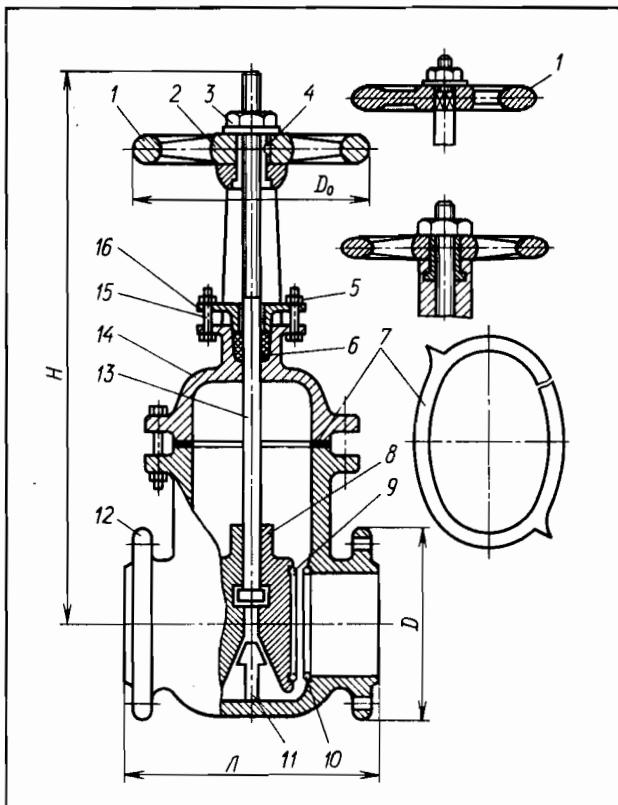

Рис. 33. Задвижка из чугуна параллельная, фланцевая с выдвижным шпинделем и ручным приводом:
**Причина**            Диски 8 (рис. 33) полностью не опустились, не прижались к уплотнительным кольцам корпуса
Придержав шпиндель 13 (рис. 33) трубным ключом, отверните гайку 3 любым ключом и снимите маховик 1. Напильником запилите новые грани пониже имеющихся, если позволит длина шпинделя. Можно, взявши трубным ключом за шпиндель, открыть и закрыть задвижку
станке или ножовкой и напильником. Учтите, что ходовая гайка почти всегда имеет внутреннюю трапециoidalную резьбу и наружную метрическую. В задвижках  $D=50$  мм часто вместо шпонки на ходовой гайке 2 нарезают наружную резьбу. На нее наворачивают маховик, имеющий соответствующую резьбу во внутреннем отверстии ступицы. Маховик контрат гайкой 3 (см. рис. 33).